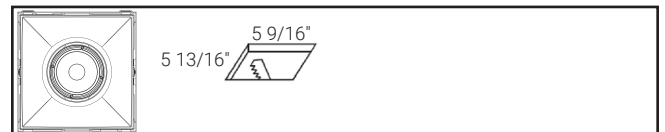

Figure 5.
- 1 moteur lumineux : 141,3 x 147,6 mm (5-9/16 x 5-13/16 po) (Figure 5)